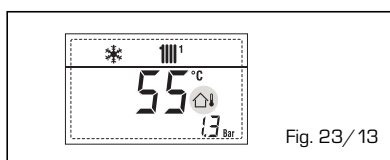

Fig. 23/13
- **INTERVENTO TERMOSTATO SICUREZZA PRIMA ZONA MISCELATA "ALL 20"** (fig. 23/14)